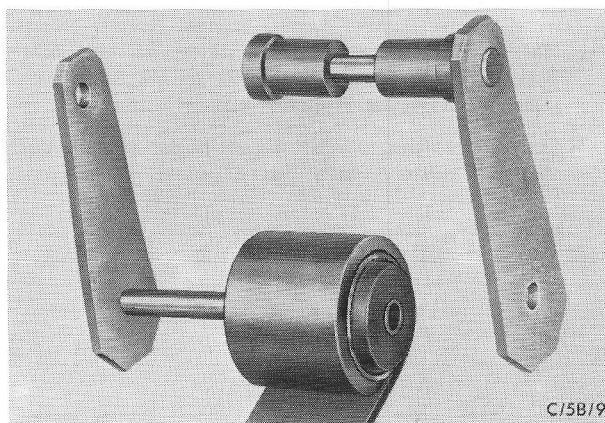

Fig.139 Veerschommel met rubber busen.
6. Monteer de twee schommelhelften en -bouten; overtuig u ervan dat de rubber busen op de juiste wijze in het veerrog zijn aangebracht. Breng de moeren aan maar draai ze nog niet vast (fig.139).